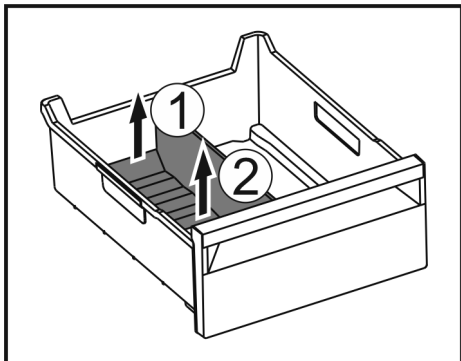

Fig. 140
- ▶ Приподнимите заднюю часть разделителя отделения для льда. Fig. 140 (1)
- ▶ Извлеките разделитель отделения для льда движением вверх. Fig. 140 (2)